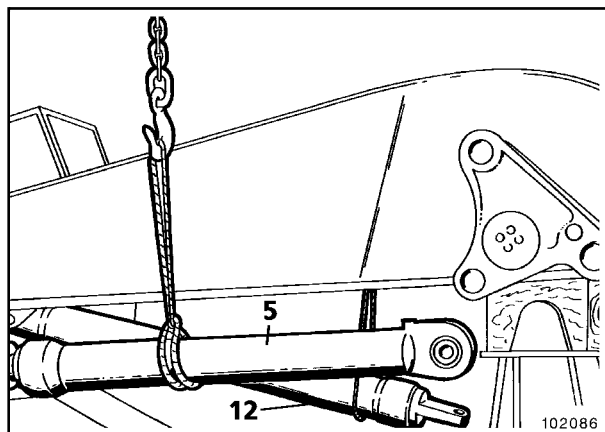

Fig. 3
- Conectar ambos cilindros del pescante (5, Fig. 3) y el cilindro de la pluma (12) con la instalación hidráulica.